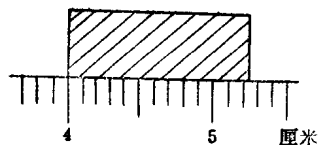

图 1-5
1.用米尺测量一铁块的长度,如图 1-5 所示,长度的读数是